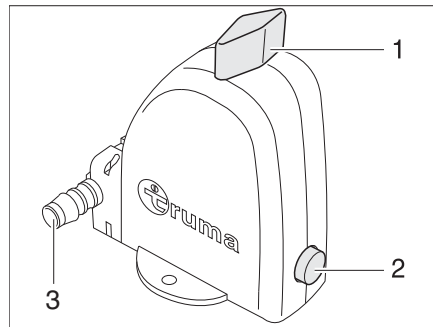

Fig. 257 Valve de sécurité et de vidange du chauffe-eau - Position de fonctionnement
Le chauffe-eau est équipé d'une valve de sécurité et de vidange (Fig. 257). La valve de sécurité et de vidange empêche que l'eau ne gèle dans le chauffe-eau lorsque le chauffage n'est pas allumé en cas de gel.
- ▷ Veiller à ce que la tubulure d'évacuation (Fig. 257,3) de la valve de sécurité et de vidange ne soit jamais obturée (p. ex. par des feuilles, du gel).
- Tourner le bouton rotatif (Fig. 257,1) de 90° parallèlement à la valve de sécurité et de vidange.
Le bouton-poussoir (Fig. 257,2) ressort. Le chauffe-eau est vidé à l'extérieur via la tubulure d'évacuation (Fig. 257,3) de la valve de sécurité et de vidange.
- Tourner le bouton rotatif (Fig. 257,1) de 90° transversalement à la valve de sécurité et de vidange.
- Enfoncer le bouton-poussoir (Fig. 257,2).